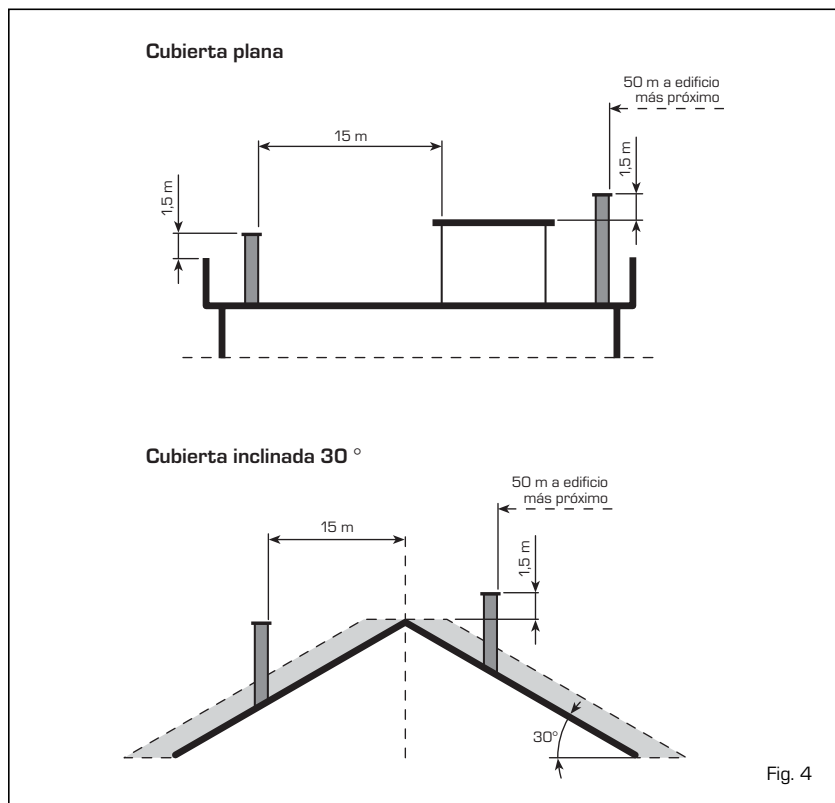

Fig. 4
- tener por encima una capucha, cuya salida tiene que estar fuera de la así llamada zona de reflujo, para evitar la formación de contrapresiones, que impidan la descarga libre en la atmósfera de los productos de la combustión. Es necesario por consiguiente que sean respetadas las alturas mínimas indicadas en la fig. 4;